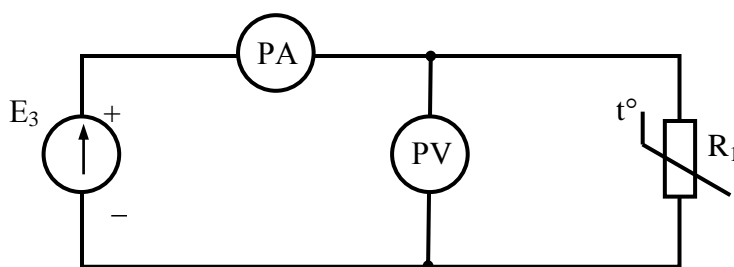

Рисунок 9.1 – Схема электрическая принципиальная для снятия вольтамперной характеристики терморезистора с ОТК
3. Рисунок 9.1 – Схема электрическая принципиальная для снятия вольт-амперной характеристики терморезистора с ОТК.